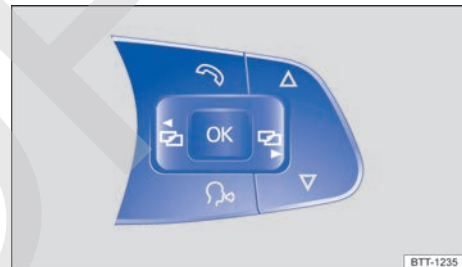

Fig. 14 Vehículos con volante multifunción: teclas para utilizar los menús del cuadro de instrumentos.
- Si se muestra un mensaje o el pictograma de un vehículo, pulse la tecla → **fig. 13 A** de la palanca del limpiaparabrisas o la tecla **OK** del volante multifunción → **fig. 14**.
- Si el manejo se realiza con el volante multifunción, no se visualizará el menú principal. Para cambiar de una opción a otra del menú principal, pulse la tecla o varias veces → fig. 14.
- Para abrir la opción de submenú, pulse la tecla de la palanca del limpiaparabrisas o la tecla del volante multifunción → fig. 14.